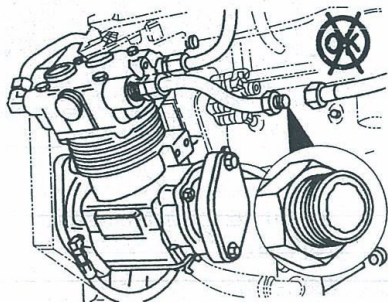

图 1-346 空压机缸盖或缸盖密封垫损坏造成机油泄漏
6) 空压机磨损或有故障, 会使机油消耗量增大。空压机缸盖或缸盖密封垫损坏, 也会使机油泄漏到冷却液中, 见图 1-346。